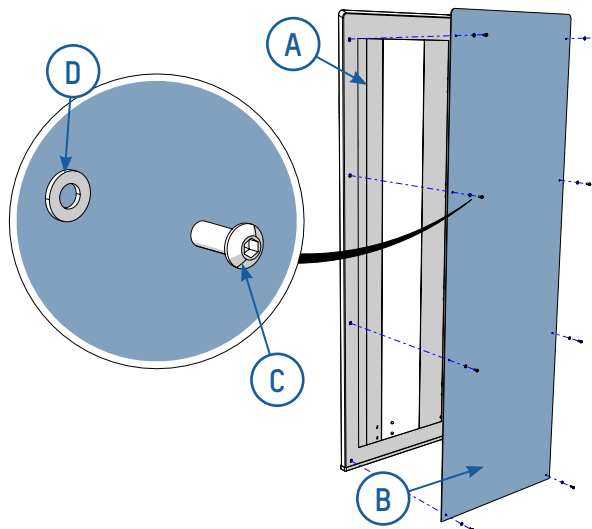

Fig. 18
Ta bort fronten (B) på mittsektionen (A) genom att ta bort de 8 nylonskruvarna (C) och brickorna (D) [⇒ Fig. 18];